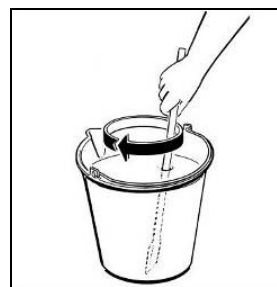

Fig. 16
- Diluer et mélanger, dans un récipient à part, le sirop avec l'eau selon les indications du fabricant (voir figure 16) ; ne verser jamais de poudres sèches, cristaux ou sirop concentré directement dans le bac vide.